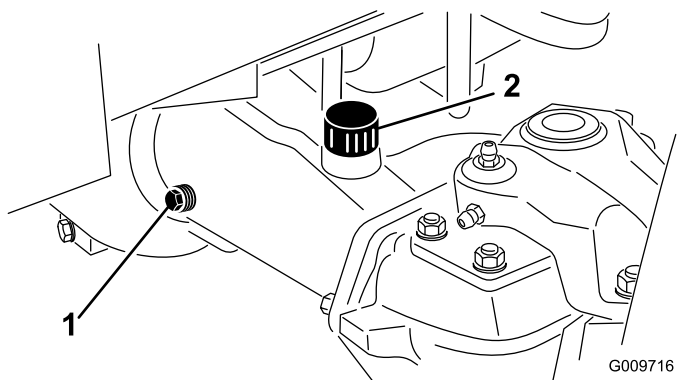

**Bild 133**
2. Reinigen Sie den Bereich um die drei Ablassschrauben (Bild 133): Je eine an jedem Kegelradgetriebegehäuse (außerhalb der Achsgehäuse) und eine im mittleren Getriebegehäuse.
3. Entfernen Sie die Ablassschrauben (Bild 133) und lassen das Öl in eine Auffangwanne abfließen.